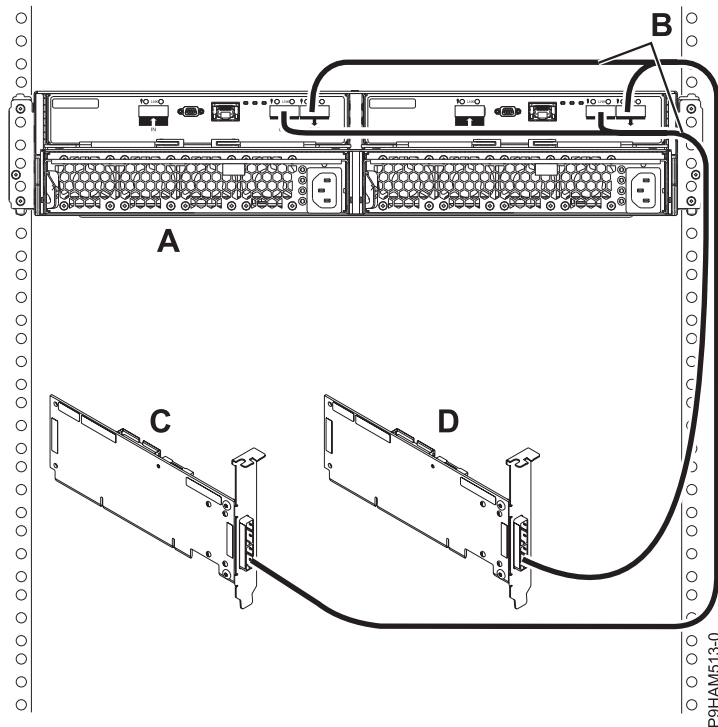

Abbildung 27. Modus 2-Anschluss eines Plattenlaufwerkgehäuses 5887 mit YO-Kabeln an zwei unabhängige SAS-Adapter
18. Schließen Sie ein Plattenlaufwerkgehäuse 5887 im Modus 2 (**A**) mit YO-Kabeln (**B**) an zwei unabhängige SAS-Adapter (**C und D**) an, wie in Abb. 27 auf Seite 26 dargestellt, und fahren Sie anschließend mit „Kabel und Netzkabel anschließen und Abdeckungen installieren“ auf Seite 29 fort.